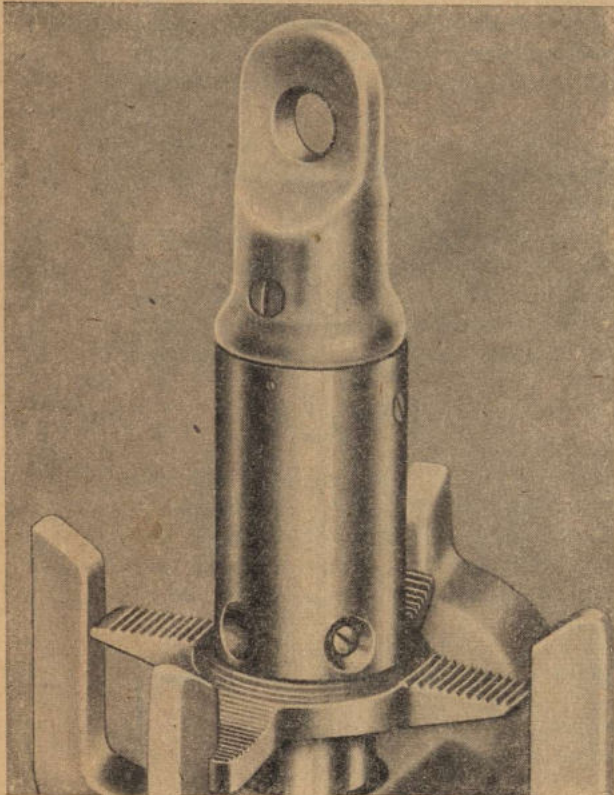
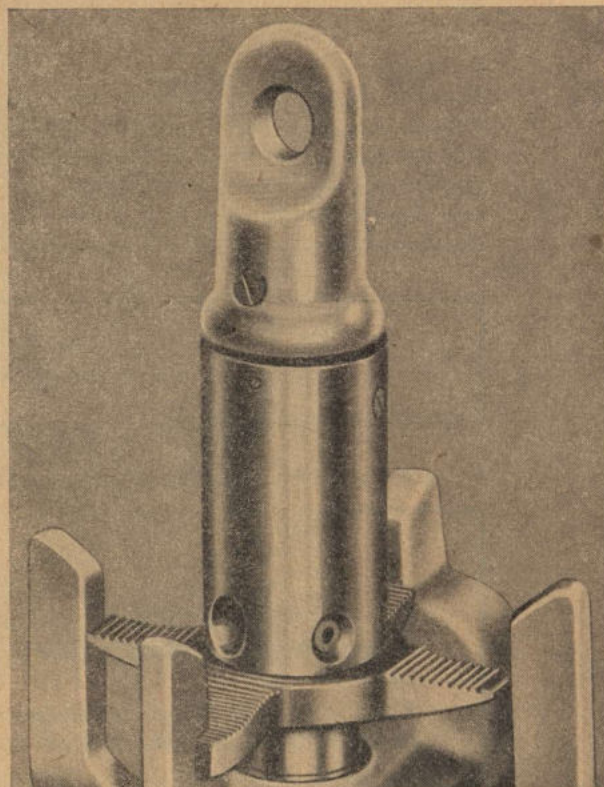
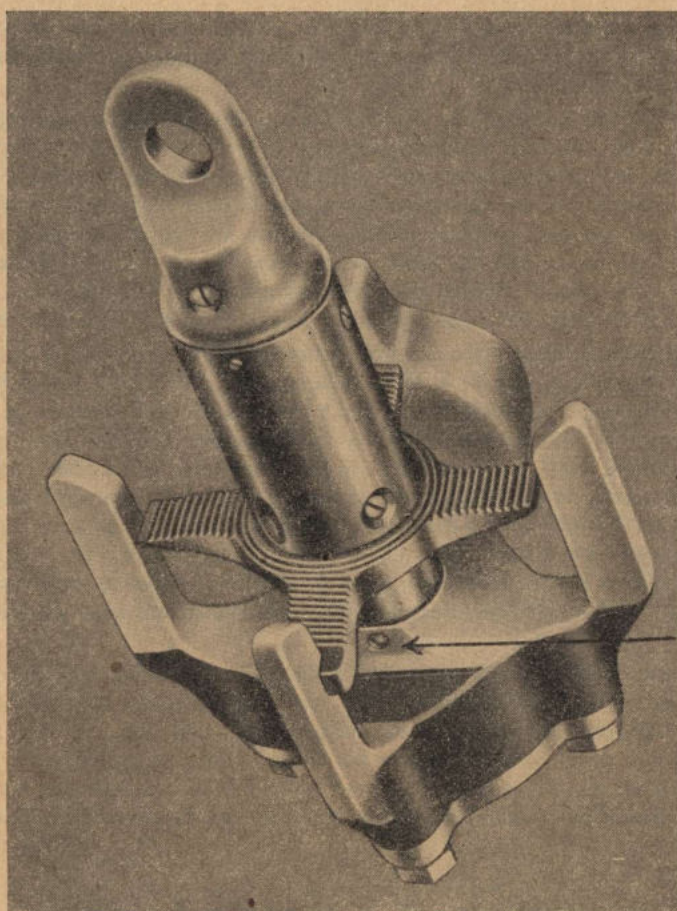

Abb. 11: Sprenggreifer D
Abb. 12: Sprenggreifer D
Abb. 15: Sprenggreifer D
- g) Druckstück zum Prüfen des einwandfreien Arbeitens der Rückholvorrichtung und des einwandfreien Durchtretens des Schlagbolzens durch die Aussparung des Sicherungsbolzens durchdrücken. Druckstück muß einwandfrei in seine Ausgangsstellung zurücktreten, es darf kein Spalt zwischen Kopföse und Druckstückbuchse bleiben (Abb. 11 und 12).
- k) Prüfen im Prüftopf (siehe unten). Nach dem Abschießen muß das Druckstück einwandfrei in seine Ausgangsstellung zurücktreten. Zwischen Kopföse und Druckstückbuchse darf kein Spalt sein (Abb. 11 und 12).
Es darf zwischen Kopföse und Druckstückbuchse kein Spalt vorhanden sein (Abb. 11), da die Schlagbolzenspitze entsprechend der Länge des Spaltes im Gehäuse vorsteht und schon bei 3,5 mm Spaltbreite den Sicherungsbolzen am Sichern hindert. (Abb. 12 zeigt einen Spalt zwischen Kopföse und Druckstück. Bei einem Munitionsversager ist dann mit einer Sperrung des Sicherungsbolzens zu rechnen.)
Es ist verboten, den Sprenggreifer D ohne aufgesetzte Haltefeder im Prüftopf zu prüfen. Der Greifer muß dabei entsichert sein, da sonst schon beim Prüfen durch Aufschlagen des Schlagbolzens auf den Sicherungsbolzen der Greifer unbrauchbar gemacht wird. Sollte sich beim Prüfen im Prüftopf nach Loslassen des Druckstückes bei sonst reibungslosem Arbeiten ein Spalt zwischen Kopföse und Druckstückbuchse zeigen (Abb. 12), ist es verboten, den Greifer ohne Beseitigung der Mängel zu verwenden (ggf. neue Rückholfeder und Schlagbolzenfeder einsetzen).
Wenn die Wasserdrucksicherung nicht gesichert hat, der Sicherungsbolzen also mit dem Gehäuse abschließt (Abb. 14) oder sich ganz in das Gehäuse zurückgezogen hat (Abb. 15), so darf der Greifer nicht aufgenommen werden, wenn sich zugleich ein Spalt zwischen Kopföse und Druckstückbuchse (Abb. 12) befindet. In diesem Falle ruht nämlich der Schlagbolzen auf dem Zünder. Jedes weitere Hantieren am Greifer ist verboten. Solche Greifer sind zu sprengen oder auf Wassertiefen über 100 m zu versenken (siehe Seite 24).
Beim Sprenggreifer D kann durch Grundberührung das Druckstück durchgedrückt sein. Durch Seegras kann nun die Rückholeinrichtung so weit behindert sein, daß ein volles Entspannen der Schlagbolzenfeder nicht eintritt bzw. daß der Greifer kurz vor dem Abschluß steht. Wurde bei der Grundberührung der Greifer abgeschossen und trat dabei ein Munitionsversager auf, so kann infolge Seegras ein volles Rückholen des Schlagbolzens verhindert sein, so daß der Schlagbolzen dem Sicherungsbolzen beim Sichern den Weg versperrt haben kann. Hierbei kann die Schlagbolzenspitze auf dem Zünder ruhen, der dann etwa beim Beseitigen des Seegrases den Greifer zur Detonation bringen kann. Ist also der Sicherungsbolzen wegen des Seegrases nicht zu erkennen, so ist anzunehmen, daß der Sicherungsbolzen nicht in Sicherstellung steht. Wird aber festgestellt, daß sich zwischen Kopföse und Druckstück kein Spalt (Abb. 11) befindet, so ist der Schlagbolzen bei einem Munitionsversager richtig zurückgeholt. Um den Greifer dann aufnehmen zu können, muß sichergestellt werden, daß das Druckstück nicht irgendwie betätigt werden kann, da die Wasserdrucksicherung möglicherweise nicht gesichert haben kann. Der Aufsichthabende hat dann zu entscheiden, ob er den Greifer wie einen Sprenggreifer B behandeln oder ihn sprengen oder versenken will (siehe Seite 24). Die möglichen Sicherungsmaßnahmen gegen Heranhieven an Deckvorsprünge, Seegang, Glatteis, Dunkelheit usw. spielen dabei eine Rolle.
Wird jedoch festgestellt, daß sich zwischen Kopföse und Druckstück ein Spalt (Abb. 12) befindet, so besteht die Möglichkeit, daß der Schlagbolzen den Sicherungsbolzen blockiert und daß der Schlagbolzen auf dem Zünder ruht. Es ist deshalb verboten, einen mit Seegras bedeckten Sprenggreifer D aufzunehmen, wenn er einen Spalt zwischen Kopföse und Druckstück aufweist. Derartige Greifer sind wie eingedrückte Greifer zu behandeln (siehe Seite 24).